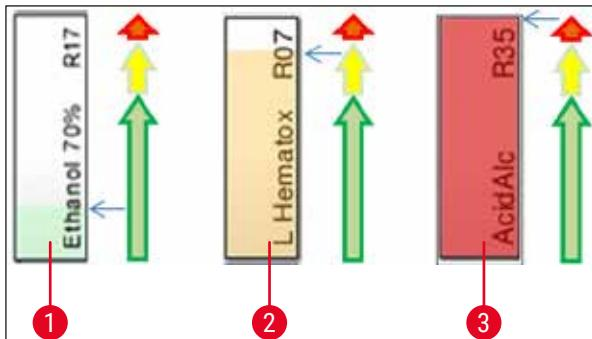

Рис. 70
- Фоновый цвет (→ "Рис. 70")
- Фоновый цвет показывает статус расхода реагента (→ "Рис. 70"). По мере расхода реагента цветная полоса поднимается снизу вверх и изменяет цвет с учетом статуса расхода.